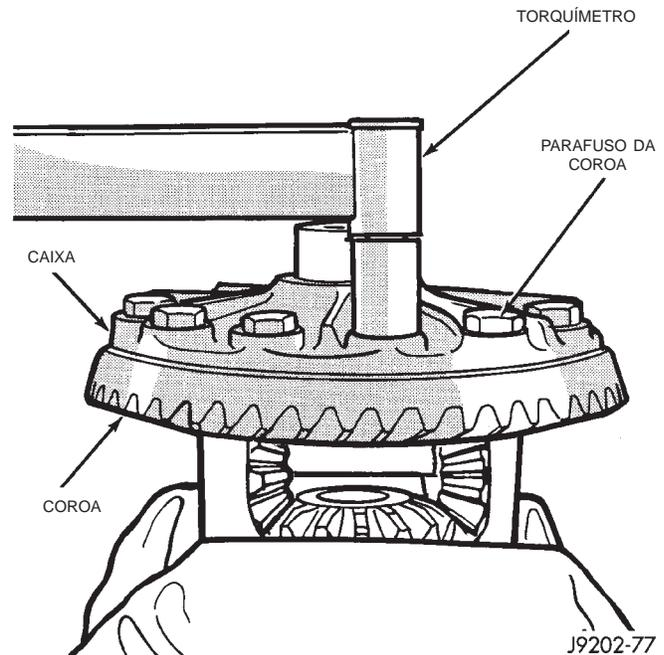

Fig. 23 Instalação do Parafuso da Coroa
- (1) Inverta a caixa do diferencial e coloque dois parafusos da coroa. Isso irá fornecer alinhamento entre o orifício do parafuso da coroa e a caixa.
- (2) Inverta a caixa do diferencial na morsa.
- (3) Instale novos parafusos da coroa e alternadamente aperte com um torque de 95-122 N·m (70-90 pés-lb.) (Fig. 23).
- (4) Instale o diferencial na carcaça do eixo e verifique o engate e o padrão de contato da engrenagem.